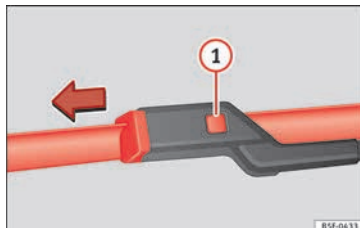

Abb. 79 Scheibenwischerblätter der Frontscheibe auswechseln.
- Entriegelungstaste » **Abb. 79 ①** gedrückt halten und gleichzeitig das Scheibenwischerblatt in Pfeilrichtung abziehen. »